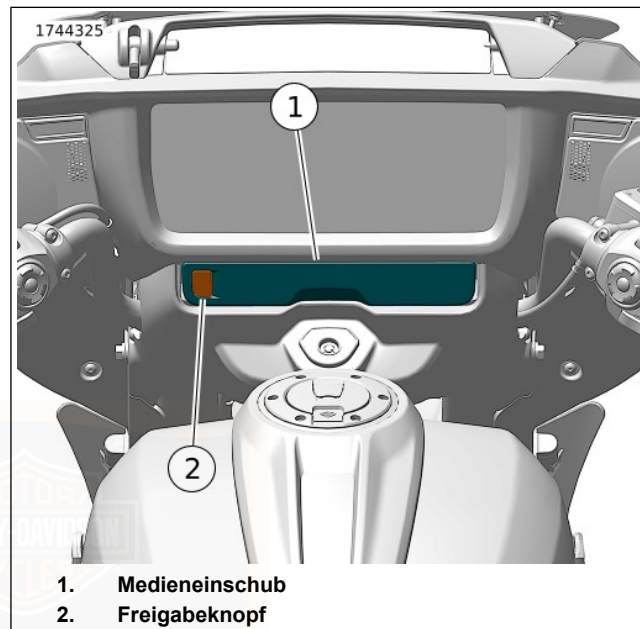

Abbildung 57. Medienfach: Gabelmontierte Verkleidung
Siehe Abbildung 57. Das Medienfach ist ein Behälter in der Instrumententafel, das genutzt werden kann, um ein Mediengerät anzuschließen oder kleine Artikel zu verstauen. Media-Player und USB-Speichermedien mit Mediendateien können über den USB-C-Anschluss (Universal Serial Bus
Öffnen: Siehe Abbildung 57. Die Entriegelungstaste (2) drücken, um das Medienfach (1) zu öffnen.